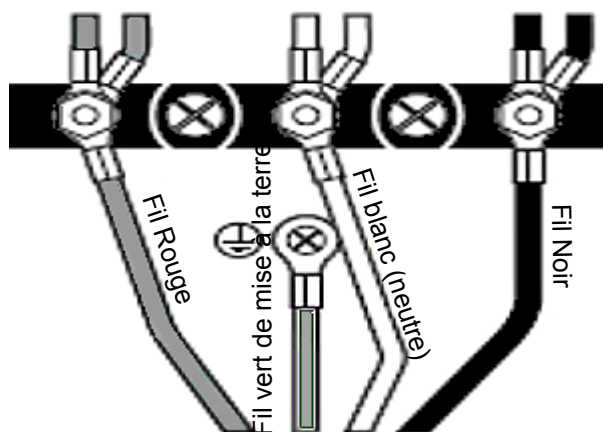

Figure 17: Connexion à quatre fils
3. Fixez le fil neutre mis à la terre du circuit d'alimentation au plot central du bloc de jonction avec un écrou (voir la *Figure 17*).